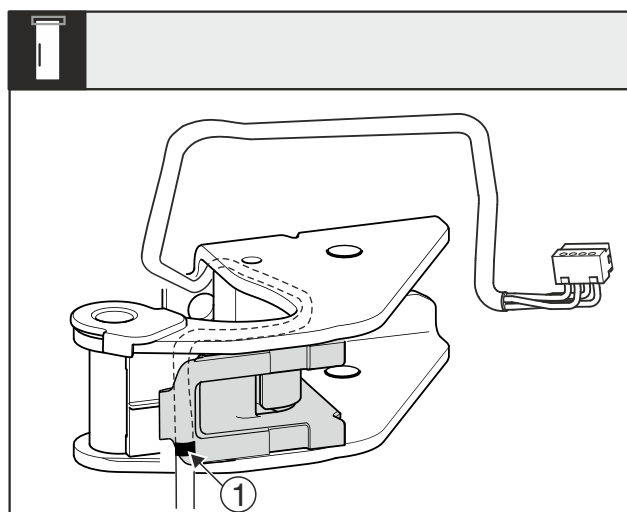

Fig. 29
- ▶ Srednja oznaka Fig. 29 (1) mora pritom biti na rubu držača kabela.